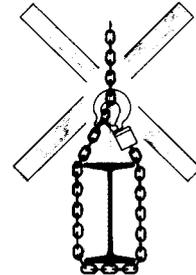

Abb. 6
- Die Lastkette darf nicht als Anschlagkette (Schlingkette) verwendet werden (s. Abb. 6).